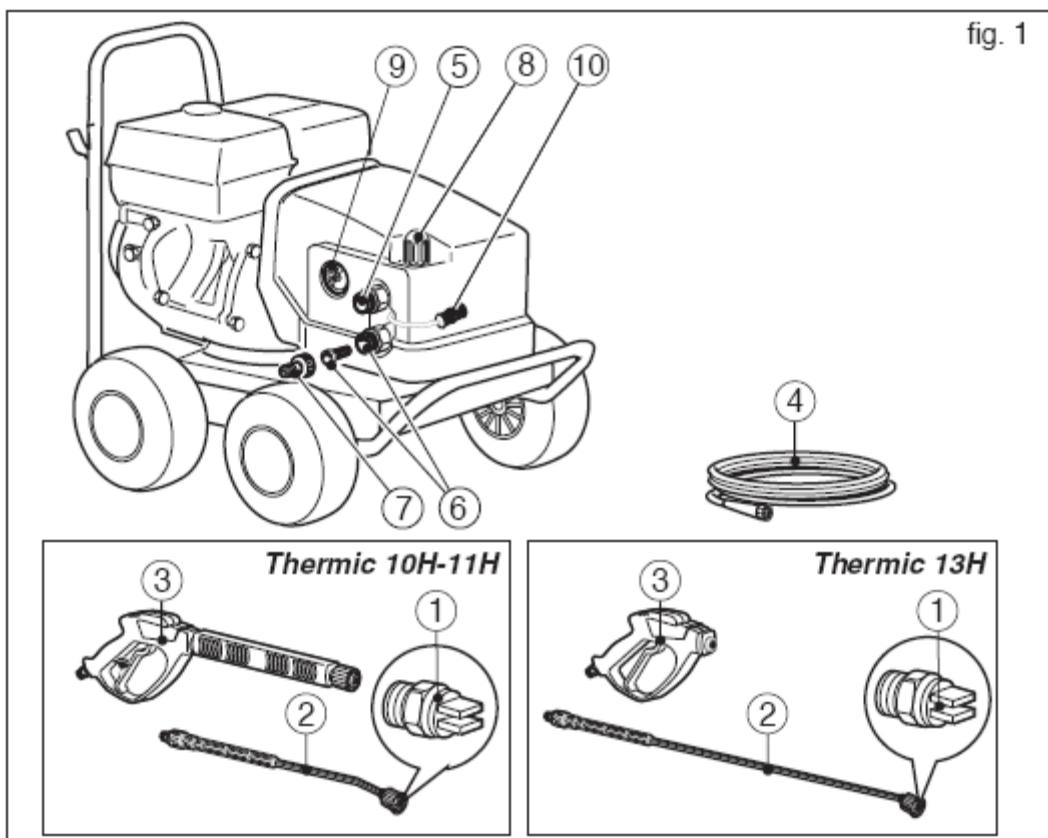

Рис. 1
ВОДЯНЫЕ СОЕДИНЕНИЯ И ЗАПУСК (см. рис. 1)
- 1) Соединить водопроводную трубу с фитингом всасывающей трубы INLET (впуск) (рис. 1, поз. 6) с использованием жесткой трубы с внутренним диаметром не менее 13 мм (1/2");
- 2) Установить струйную трубку на распылительный пистолет (рис. 1, поз. 2 – 3);